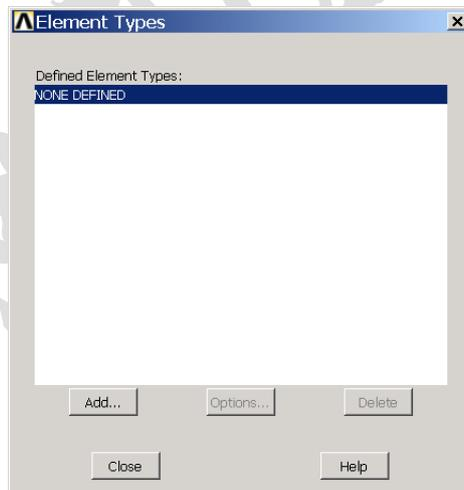

图2.36 单元类型对话框
(2) 单击 Main Menu > Preprocessor > Element Type > Add/Edit/Delete 菜单, 弹出如图 2.36 所示的对话框。
说明：图 2.36 所示的对话框左侧列表框中显示的是单元的分类，右侧列表框为单元的特性和编号，选择单元时应该先明确自己要定义的单元类型，如此例中的 Shell，然后就很容易从右边的列表框中找到合适的单元了。